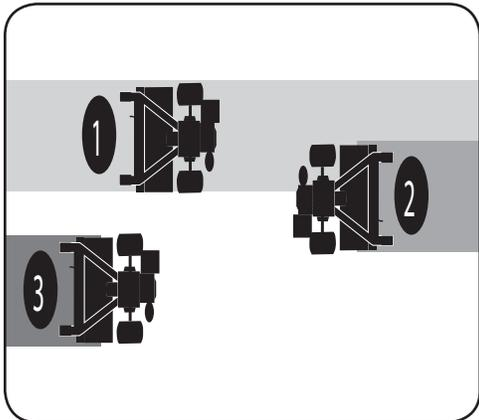

Figure 4-7
- S'il n'est pas possible de labourer le sol en longueur et en travers, chevauchez la première rangée d'une demi-largeur de motoculteur, puis chevauchez les rangées suivantes d'un quart de largeur de motoculteur. Voir Figure 4-7.